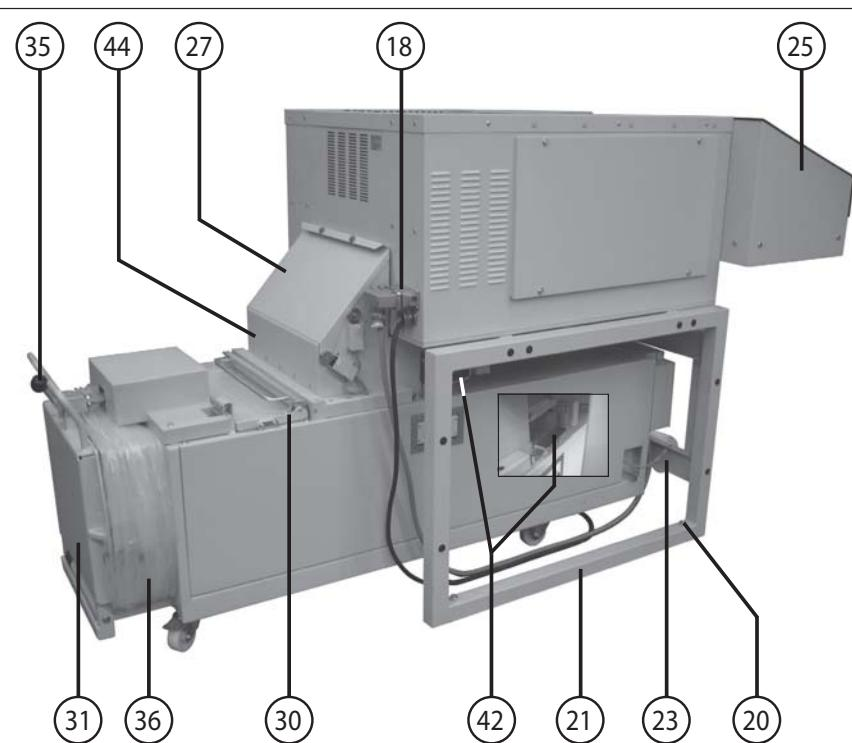

Fig. 2
- 18 = Caja de enchufe (fig. 2)
- 20 = Tornillo de compensación (fig. 2)
- 27 = Tapa de cubierta (fig. 2 y 5)
- 30 = Chapaleta de carga (fig. 2)
- 31 = Compuerta de extracción (fig. 2)